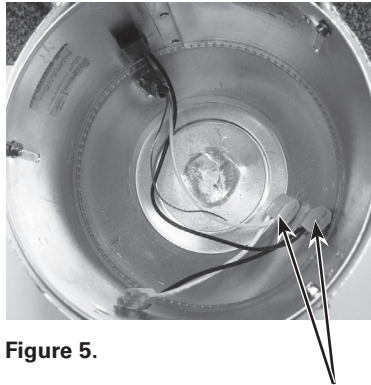

Figure 5.
7. Introduzca los cables desforrados del alojamiento en las tuercas de empalme de palanca (ambos cables negros en una tuerca de empalme y ambos cables blancos en la otra). (Fig. 5)